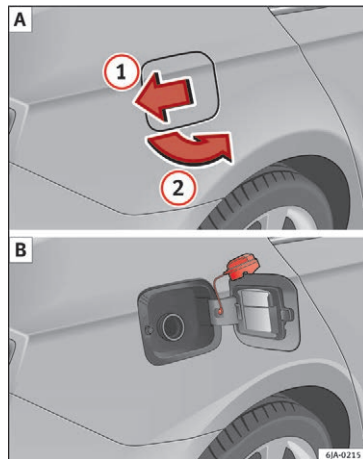

Fig. 201 Bilens højre side bagest: Tankklap / Tankklap med afskruet dæksel
På indersiden af tankklappen kan du se den korrekte brændstoftype til din bil samt dækstørrelsen og dæktrykket »» **Fig. 201 B**.
- Tryk på tankklappen i pilens retning **①** »» **Fig. 201**.
- Åbn klappen i pilens retning **②**.
- Skru tankdækslet af mod venstre, og sæt det fast øverst på tankklappen »» **Fig. 201 B**.
- Tryk på tankklappen i pilens retning **①** » **Fig. 201**, efter at bilen er låst op med fjernbetjeningen i centrallåsen.
- Skru tankdækslet af mod venstre, og sæt det fast øverst på tankklappen » **Fig. 201 B**.